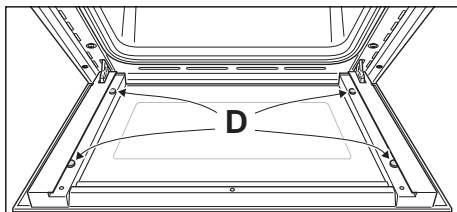

Fig. 7.21
- Vérifiez que les quatre patins en caoutchouc sont en place ("D" sur la fig. 7.21).